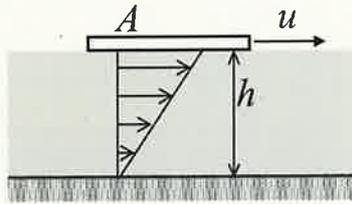

図1
- 1) 図1のように、水深  $h=10.0\text{mm}$  の水面に面積  $A=0.250\text{m}^2$  の平板を浮かせて、速度  $u=3.00\text{m/s}$  で水平に引いた。水中に生じる速度勾配が直線的であるとして、平板を引くのに必要な力を求めよ。ただし、粘度  $\mu=0.850\text{Pa}\cdot\text{s}$  とする。